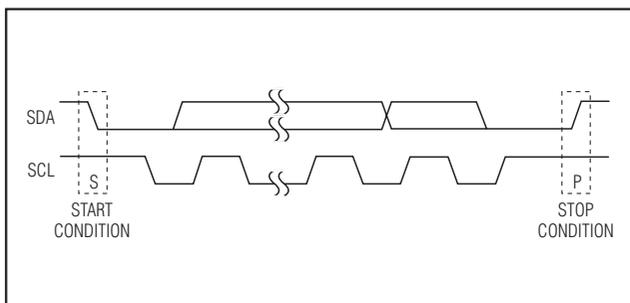

图2. START 和 STOP 条件
每次传输过程包括：主机发送一个开始 (START) 条件，接下来发送 MAX7327 的 7 位从地址和 R/ $\bar{W}$  位，或多个数据字节，最后发送停止 (STOP) 条件终止传输 (图 2)。
串行接口空闲时，SCL 和 SDA 均保持高电平。主机通过发出 START (S) 条件指示传输开始，START 条件是在 SCL 为高时、SDA 由高至低的跳变产生的。主机完成与从机的通信时，主机发出 STOP (P) 条件，STOP 条件是在 SCL 为高时、SDA 由低至高的跳变产生的。之后，释放总线，以进行下一次传输 (图 2)。